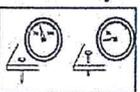

Fig.6
9. Compruebe que los clavos se hayan introducido correctamente. Haga una prueba primero en un tablón de madera. Si los clavos no alcanzan la penetración deseada, aumente la presión hasta obtenerla. No exceda los 110 PSI (7.6 bar) (Véase Fig.6)